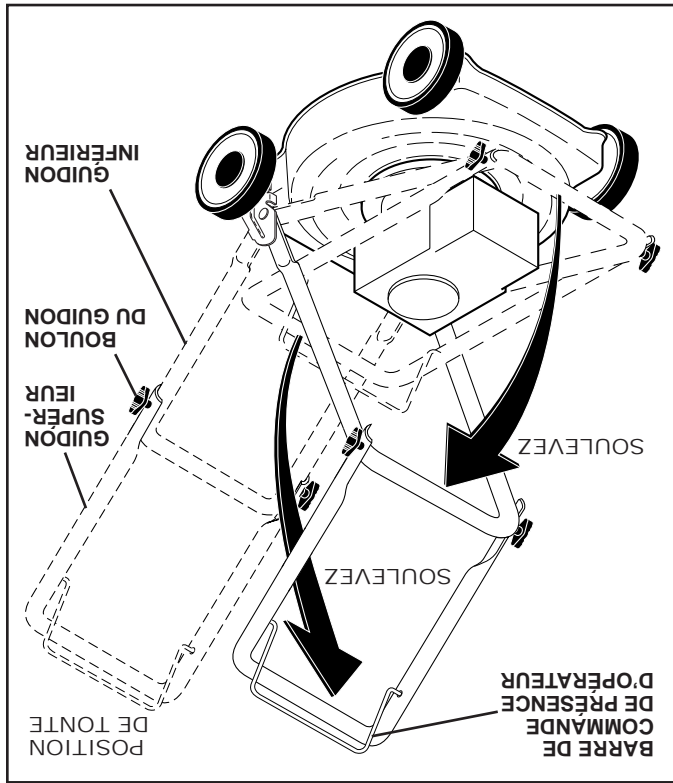

FIG. 1
**POUR DÉPLIER LE GUIDON (Voir Figs. 1 & 2)**